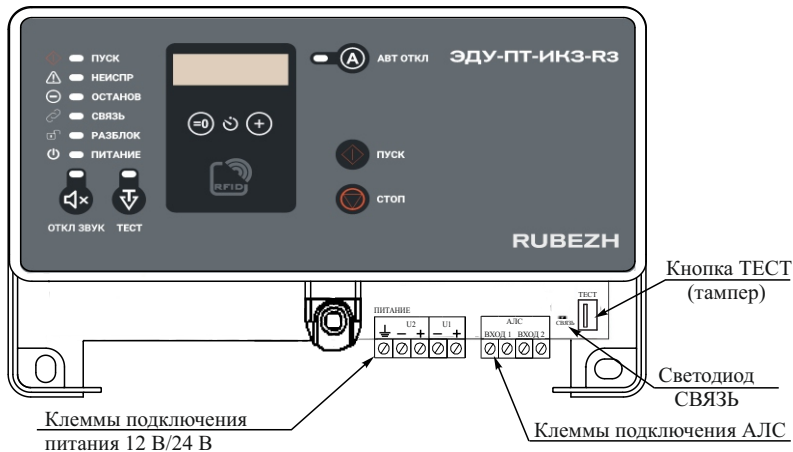

Рисунок 1
4.1 Конструктивно ЭДУ-ПТ-ИКЗ-Р3 выполнен в пластмассовом корпусе. Клеммные соединители закрыты защитной крышкой. Под защитной крышкой расположены клеммные соединители, кнопка ТЕСТ и светодиод СВЯЗЬ, предназначенный для пусконаладочных работ (рисунок 1). Индикация светодиода СВЯЗЬ приведена в таблице 1.